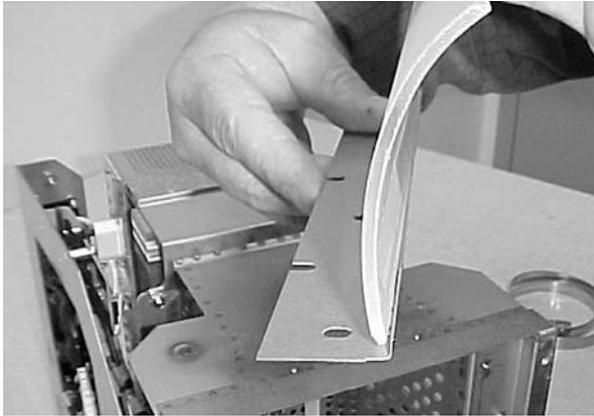

Figure 4-5 Courbure du réflecteur à concentration et support de maintien
**Réflecteurs à concentration :** Voir les figures 4-5 et 4-6. Le bord du réflecteur reposera sur les ressorts de maintien sur le bord intérieur du support.